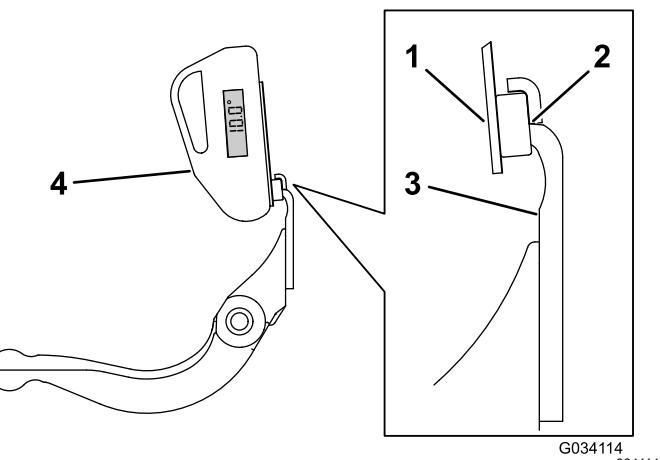

図 26
3. 傾斜計のマウントをベッドナイフのエッジに合わせ、マグネットのエッジとベッドナイフのエッジを密着させる図 26。
4. 図 26に示すように、マウントの上に傾斜計を置く。